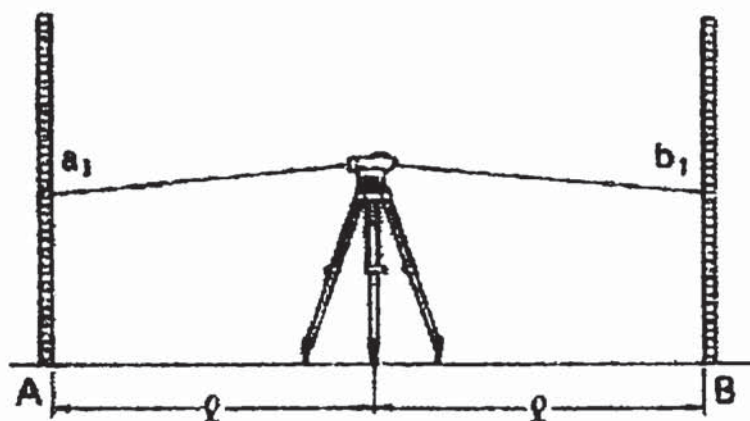

Рис. 7.5
- 1) Установите прибор приблизительно посередине между точками А и В. Возьмите отсчеты  $a_1$  и  $b_1$  (рис. 7.5).